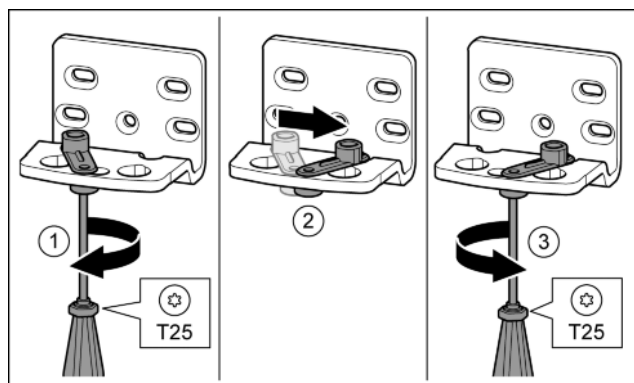

Fig. 12
- ▶ Odvijačem T25 labavo zavijte vijak. Fig. 12 (1)
- ▶ Podignite pomagalo za zatvaranje vrata i okrenite ga za 90° udesno u provrt. Fig. 12 (2)
- ▶ Odvijačem T25 čvrsto pritegnite vijak. Fig. 12 (3)